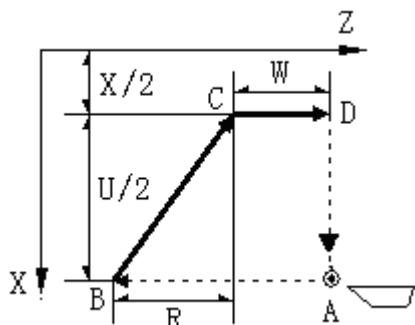

图 4-15-9a G94 端面车削循环
**G94 循环执行过程 (图 4-15-9a) :**
- ① Z 轴从 A 点快速移动到 B 点。
- ② X、Z 轴以 F 速度从 B 点切削到 C 点。（无 R 时 Z 轴不移动）
- ③ Z 轴以 F 速度从 C 切削到 D 点。
- ④ X 轴从 D 点快速移动到 A 点。